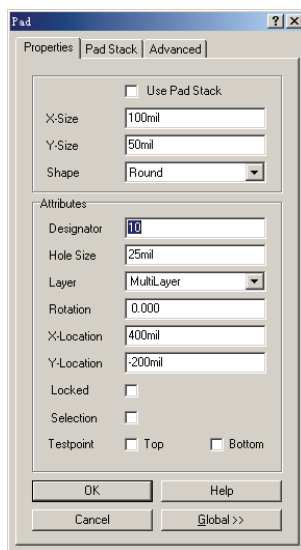

图 5-107 “Pad”对话框
2) 双击所选中的对象，或单击“Edit Pad”按钮，系统将弹出“Pad”对话框，如图 5-107 所示，在该对话框中可以实现焊盘属性的编辑，也可以直接双击焊盘进入“Pad”对话框。